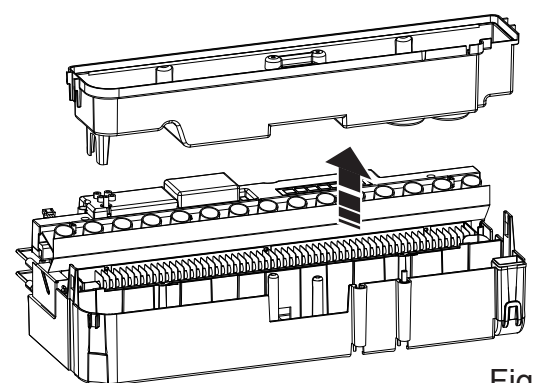

Fig.13
8. Løft ut omformeren og vipp den forsiktig som vist slik at væsken renner ut av kummen. (Fig. 13)